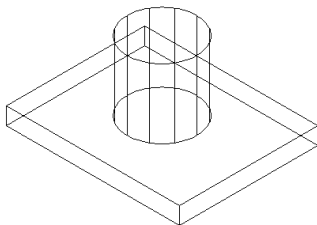

图 13-2 绘制圆柱体
- 选择菜单【绘图】|【建模】|【圆柱体】命令，配合【捕捉自】功能，以长方体的中心为圆心，绘制半径为 20，高度为 40 的圆柱体，结果如图 13-2 所示。